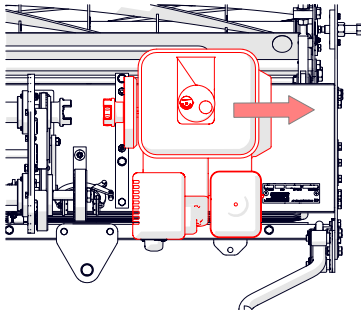

Fig. 17D – Faça deslizar o motor para fora do acoplamento.
5. Verifique se o tampão de combustível e o bujão de óleo estão bem fixos. Faça deslizar o motor para o lado direito da máquina e retire-o em segurança, colocando-o ao lado (Fig. 17D).